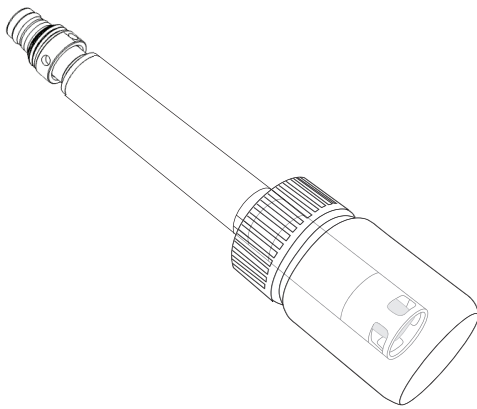

Figura 76 Armazenamento ISE a longo prazo
3. Instale o anel vedante do frasco e aperte (Figura 76).